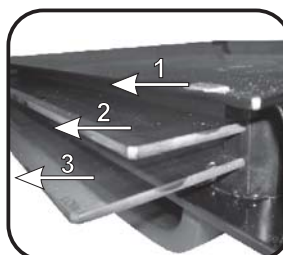

Figura 6
- \* Per i forni pirolitici, rimuovere anche il secondo e il terzo vetro. (Figura 6)